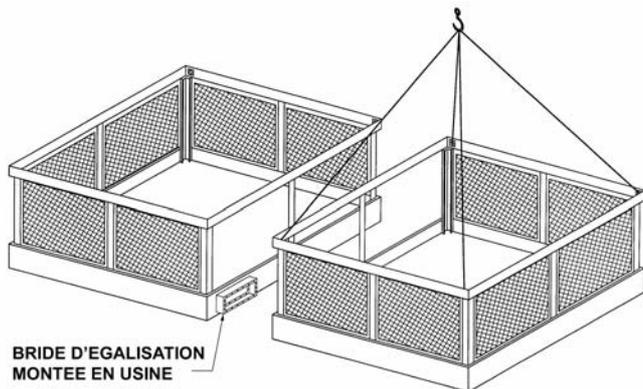

Figure 4 - Détail d'assemblage bride d'égalisation
4. Fixer la seconde section bassin adjacente à l'égalisation sur le fer support comme vu en Figure 4.